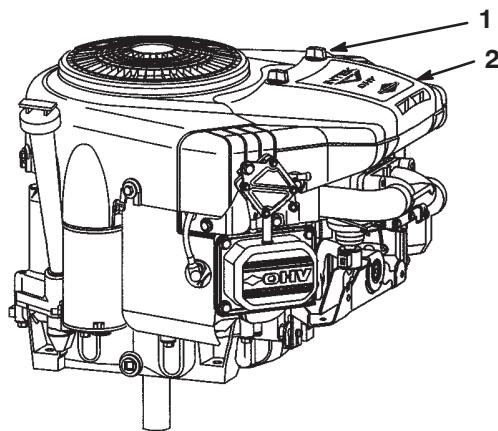

Figure 33
- Dévissez les boutons et déposez le couvercle du filtre à air (Fig. 33).